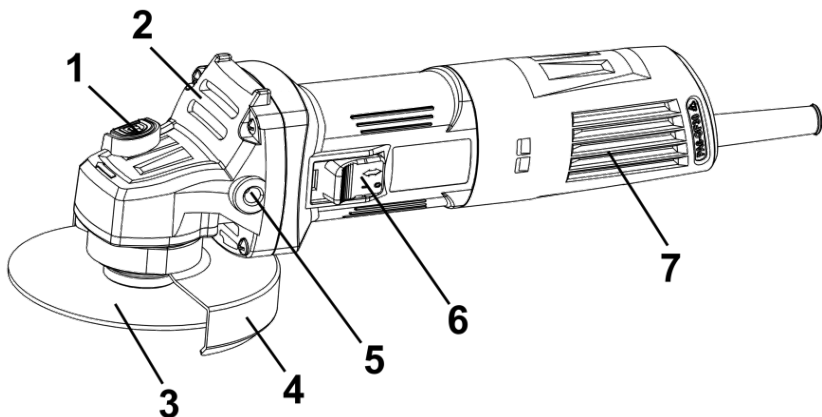

Рисунок 1
2.2.1 Конструкція виробу складається з одноступеневого редуктора з конічними шестернями в металевому корпусі (2), який приєднаний до пластикового несучого корпусу з колекторним двигуном змінного 1-фазного струму, перемикачем (6), вентиляційними сітками (7), мережевим
шнуром живлення згідно з рис.1. Вихідний вал редуктора розташований перпендикулярно осі двигуна і є робочим шпинделем для приєднання змінних насадок (абразивних дисків) (3) з фіксацією затискною гайкою, або накрученими на шпindel. На металевому корпусі (2) виконані нарізні монтажні отвори (7) для встановлення передньої рукоятки, та хомутовим з'єднанням закріплені захисний кожух (4) з можливістю фіксованого позиціонування по колу. Для фіксації шпинделя під час зміни дисків (3) в корпусі редуктора (2) передбачений кнопковий фіксатор (1). Електрична частина виробу складається з колекторного однофазного електродвигуна змінного струму, вимикача електроструму, з'єднувальних проводів і мережевого шнура. Захист від ураження електричним струмом користувача у виробу відповідає класу II за ДСТУ EN 61140:2015.